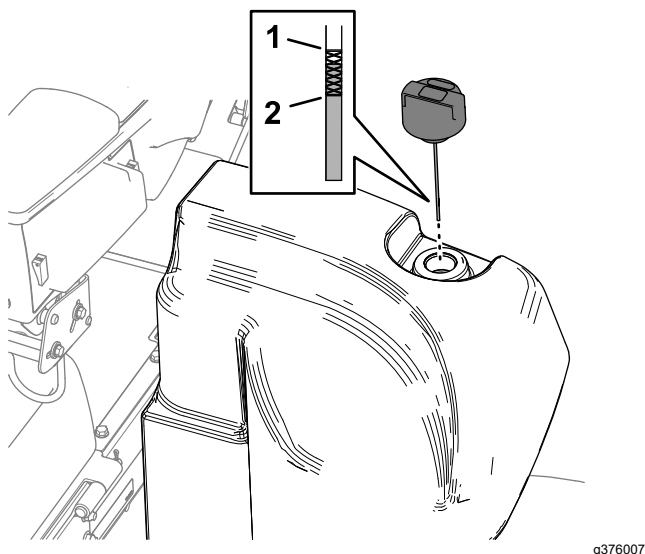

Figure 145
2. Nettoyez la surface autour du goulot et du bouchon de remplissage du réservoir hydraulique (Figure 145).